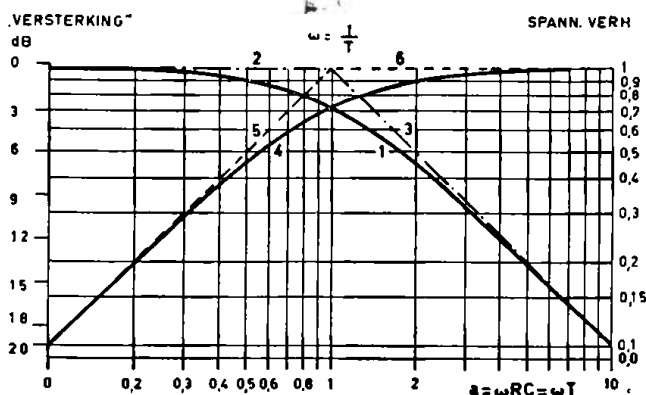

Fig. 1a
karakteristiek juist tegengesteld aan die van de lijn 2-3 in fig. 1a: het stuk (2) blijft precies zo lopen, omdat $1/1$ nu eenmaal ook 1 is, maar, terwijl het stuk 3 met een helling van 6 db/octaaf omlaag loopt, zal nu de frequentiekarakteristiek juist met 6 db/octaaf omhoog lopen. Van een verzwakking van de hoge frequenties hebben we juist een versterking gemaakt. Dit omkeerprincipe, dat juist bij de rechte lijnen zo gemakkelijk gaat, maakt het zeer eenvoudig om het effect van de klankregeling volgens de beide systemen te vergelijken.